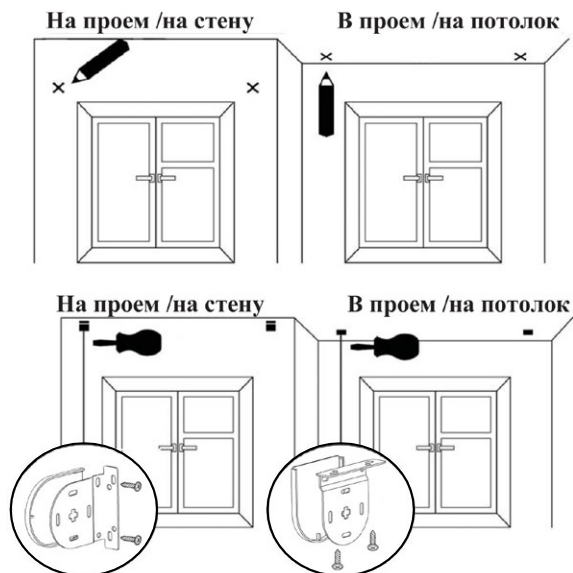

Рис. 1. Разметка и установка кронштейнов
2. Разметить предполагаемые места крепления кронштейнов (Рис. 1), расстояние между которыми зависит от типа размеров в заявке: